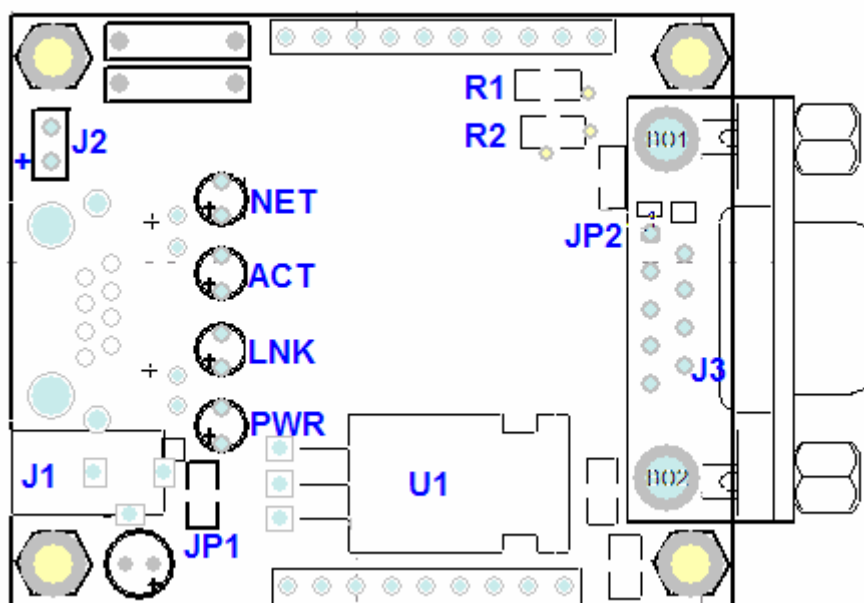

图 2 ZLSN4000 示意图
3. 指示灯部分。如图 2 所示，底板上有未焊机的 4 个 LED 灯，分别为 LNK、ACT、NET 和 PWR。其中 PWR 为电源指示灯，NET 为网络有数据通信指示灯。用户根据需要，可以用排针连接出来，将 LED 灯放置到机壳上。如果用户使用 NET 和 PWR 需要添加图 2 中的 R1=5.1K 和 R2=1K。